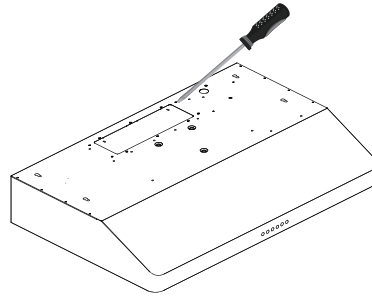

Figure 4
- Selon l'option de ventilation extérieure choisie (voir Page 10), sortez le panneau d'acier soit sur le haut ou à l'arrière de la hotte (voir figure 4).